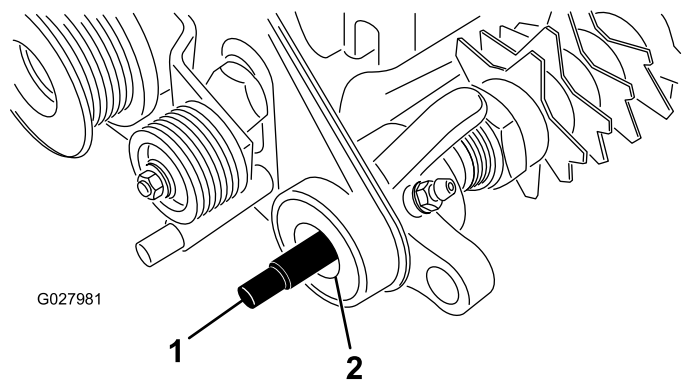

Figure 8
15. Appliquez de la graisse sur les joints du support de roulement de l'entraînement et au bout de l'arbre du groomer (Figure 8).
16. Glissez l'extrémité cannelée de l'arbre du groomer dans le support de roulement de l'entraînement (Figure 8).